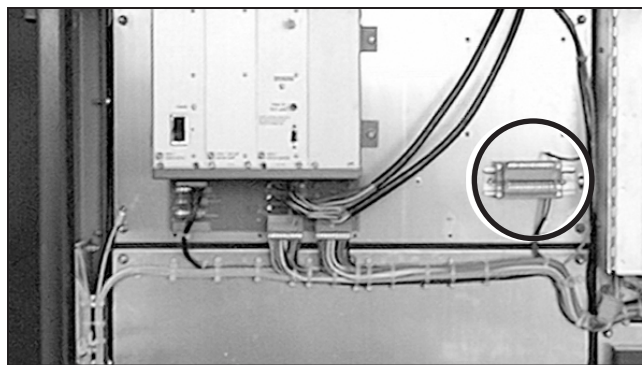

Figura 124. Conecte los cables de la conexión a tierra al bloque de terminal.
- (f) Hasta tres pares de cables de tierra, VS-G1 y VS-G2, están incluidos. Vea el diagrama de cableado para los detalles. Conecte los cables de tierra al bloque de terminal especificado en los planos proporcionados y apriete los tornillos de fijación por completo. Ver Figura 124.